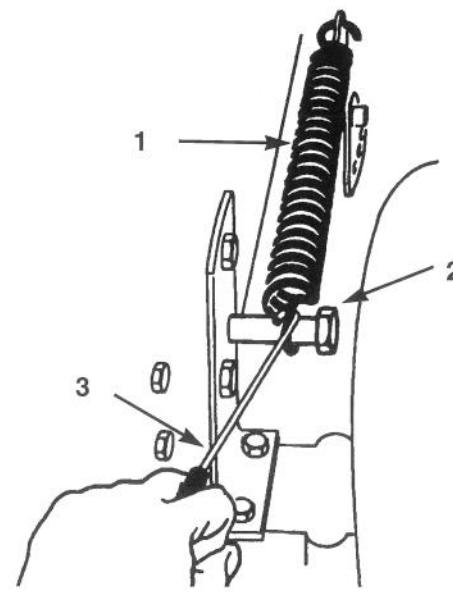

Figure 46
11. Accrocher le ressort补偿eur sur le boulon de retenue (Fig. 46), à l'aide de l'outil pour ressort fourni avec la machine.